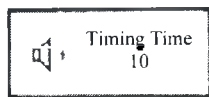
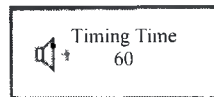

Рис. 5-34 — Таймер установлен на 10 минут
Рис. 5-35 — Таймер установлен на 60 минут
5. Нажмите на кнопку в меню настройки сетевого подключения, чтобы увеличить время работы таймера на 5 минут. Наибольшее доступное значение — 60 минут. Состояние переключателя с таймером отображается на панели отображения состояния на главном рабочем экране, как показано на Рис. 5-34 и Рис. 5-35.